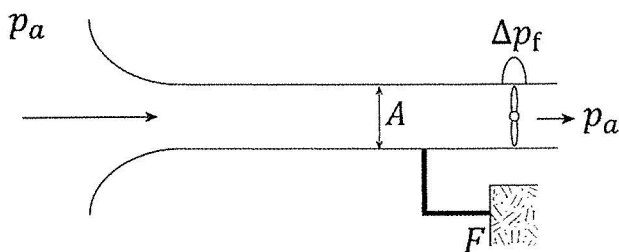

図 1
- 2) 図2のように図1のダクトの入口後にオリフィスを設置した。オリフィスの断面積 A_o とダクトの断面積 A の比を r とする ($r = A_o/A$)。またオリフィスの直ぐ上流と下流の差圧を Δp とする。このとき以下の問いに答えよ。